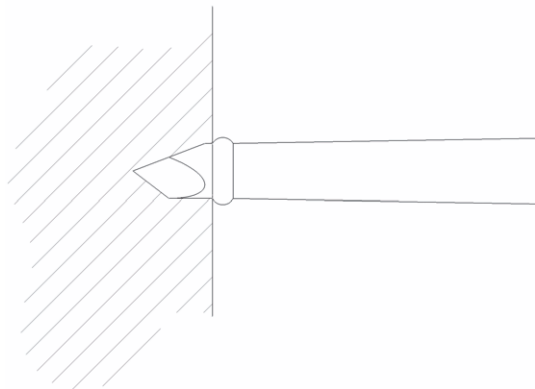

Abb. 1 Vollständig eingeführter Ankörner
- ▶ Ankörner niemals über den erhöhten Rand hinaus einführen, siehe Abb. 1.